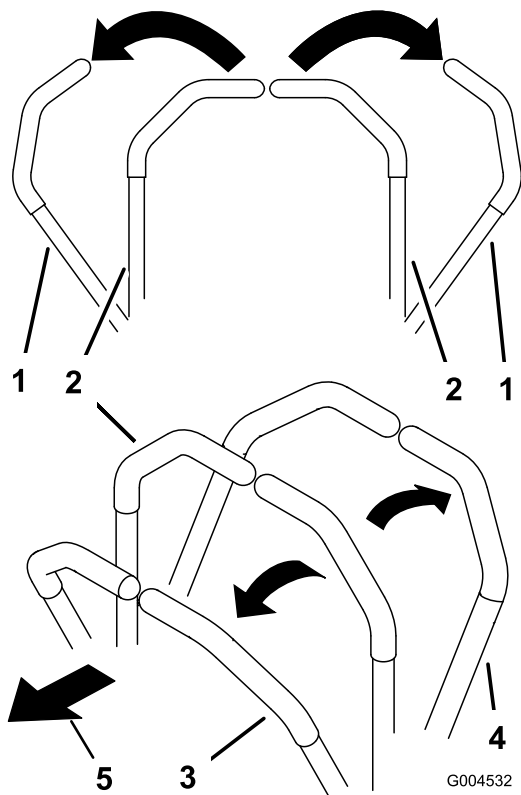

Figura 25
- Para ir hacia adelante en línea recta, empuje lentamente las palancas de control de movimiento hacia adelante (Figura 25).
- Para ir hacia atrás en línea recta, tire lentamente de las palancas de control de movimiento hacia atrás (Figura 25).
- Para girar, ralentice la máquina tirando hacia atrás de ambas palancas, y luego empuje hacia adelante la palanca del lado opuesto del sentido de giro (Figura 25).